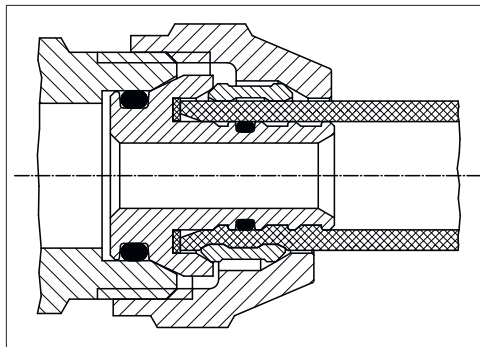

Рис. 4: Смонтированное резьбовое соединение
- Смонтируйте резьбовое соединение со стяжным кольцом (см Рис. 4.).